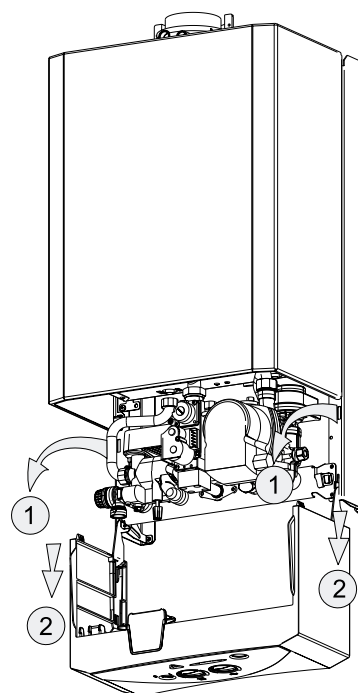

Fig. 9 Posición de servicio para tener acceso al sistema hidráulico y electrónico
- ▶ B Para retirar completamente el panel de mandos estando posicionado según Fig. 9, levántelo y tire de él hacia adelante.